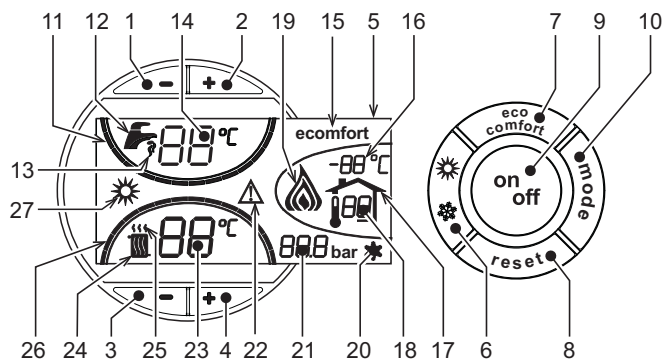
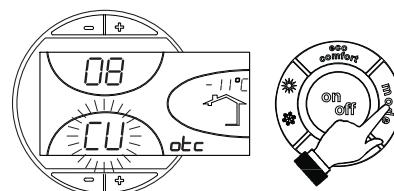
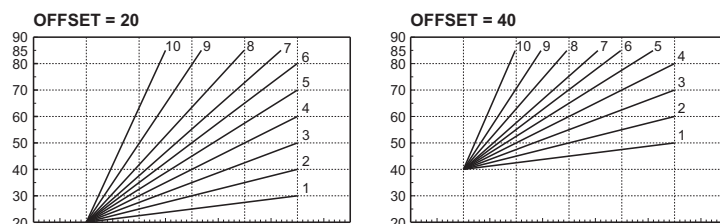

fig. 1 - Controlepaneel
fig. 11 - Kromming stooklijn
fig. 14 - Voorbeeld van parallelle verplaatsing van de compensatiecurven
Het verzoek om verwarming (door de Omgevingsthermostaat of de Timerafstandsbediening) wordt aangegeven met knipperen van de warme lucht boven de radiator (detail 24 en 25 - fig. 1).
fig. 1 De streepjes die de verwarmingsgraad aangeven (detail 26 -) gaan branden naarmate de temperatuur van de verwarmingssensor de ingestelde waarde dichterbij komt.
Het verzoek om sanitair water (naar aanleiding van gebruik van warm sanitair water) wordt aangegeven met knipperen van het warm water onder de kraan (detail 12 en 13 - fig. 1). Controleer of de functie Comfort geactiveerd is (detail 15 - fig. 1)
De streepjes die de temperatuur van het sanitaire water aangeven (detail 11 - fig. 1) gaan branden naarmate de temperatuur van de sensor van het sanitaire water de ingestelde waarde dichterbij komt.
Wanneer verwarming van de boiler actief is (standaard ingesteld) wordt op het display het symbool COMFORT (detail 15 - fig. 1) geactiveerd; wanneer ze is uitgeschakeld is op het display het symbool ECO (detail 15 - fig. 1) geactiveerd
De gebruiker kan de boiler uitschakelen (modus ECO) door te drukken op de toets eco/comfort (detail 7 - fig. 1). Druk nogmaals op de toets **eco/comfort** (detail 7 - fig. 1) om de modus COMFORT te activeren.
Druk 1 seconde op de toets **on/off** (detail 9 - fig. 1).
Druk nogmaals 1 seconde op de toets **on/off** (detail 9 - fig. 1) om de ketel weer aan te zetten.
Druk 1 seconde op de toets **zomer/winter** (detail 6 - fig. 1).
Op het display wordt het symbool Zomer (detail 27 - fig. 1) actief: de verwarmingsketel levert uitsluitend warm water. Het antivriessysteem blijft actief.
Druk weer 1 seconde op de toets **zomer/winter** (detail 6 - fig. 1) om de modus Zomer te deactiveren.
Bedien de **verwarmingstoetsen** (detail 3 en 4 - fig. 1) om de temperatuur te variëren van minimaal 30 °C tot maximaal 80 °C.
-/+ Bedien de toetsen voor sanitair water fig. 1 (detail 1 en 2 -) om de temperatuur te variëren van minimaal 10°C tot maximaal 65°C.
Wanneer de externe temperatuursonde (optioneel) wordt geïnstalleerd, wordt op het display van het bedieningspaneel (detail 5 - fig. 1) de werkelijke, door de sonde gemeten buitentemperatuur weergegeven. Het regelsysteem van de verwarmingsketel werkt met "Weersafhankelijke Temperatuur". In deze modus wordt de temperatuur van de verwarmingsinstallatie gereguleerd overeenkomstig de externe weersomstandigheden, zodat gedurende het hele jaar verhoogd comfort en energiebesparing wordt gegarandeerd. Namelijk bij toename van de buitentemperatuur wordt de uitgangstemperatuur van de installatie volgens een vastgestelde "compensatiecurve" verlaagd.
Bij regeling met Weersafhankelijke temperatuur wordt de temperatuur die ingesteld is met de verwarmingstoetsen **-/+** (detail 3 en 4 - fig. 1) de maximum uitgangstemperatuur van de installatie. Aanbevolen wordt om de maximumwaarde in te stellen, zodat het systeem bij het regelen gebruik kan maken van het gehele functioneringsbereik.
Door eenmaal op de toets **mode** (detail 10 - fig. 1) te drukken wordt de huidige compensatiecurve (fig. 11) afgebeeld en kan ze gewijzigd worden met de **toetsen sanitair water** (detail 1 en 2 - fig. 1).
Door te drukken op de **verwarmingstoetsen** (detail 3 en 4 - fig. 1) wordt toegang verkregen tot parallelle verplaatsing van de curven (fig. 14), die gewijzigd kan worden met de **toetsen sanitair water** (detail 1 en 2 - fig. 1).
Druk nogmaals op de toets **mode** (detail 10 - fig. 1) om de modus voor afstellen van parallelle verplaatsing van de curven af te sluiten.